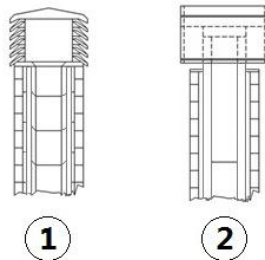

Fig. 4 - Windbestendige schoorsteenpotten
- Er wordt geadviseerd een windbestendige schoorsteenpot te gebruiken, zie **Fig. 4 op pag. 42**.
- Extern rookkanaal dat tot stand gebracht is met uitsluitend geïsoleerde inox-buizen, dus met dubbele wand minimaal $\varnothing 100/120$ mm: Het geheel is goed aan de muur verankerd. Met windbestendige schoorsteenpot (zie Fig. 4 op pag. 42).